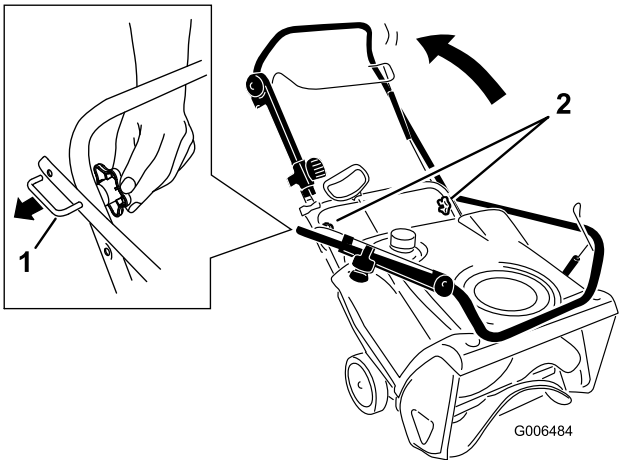

Figure 4
1. Desserrez les boutons du guidon, sortez les dispositifs de blocage en « U » jusqu'à ce que le guidon bouge librement, puis pivotez le guidon en position d'utilisation (Figure 4).